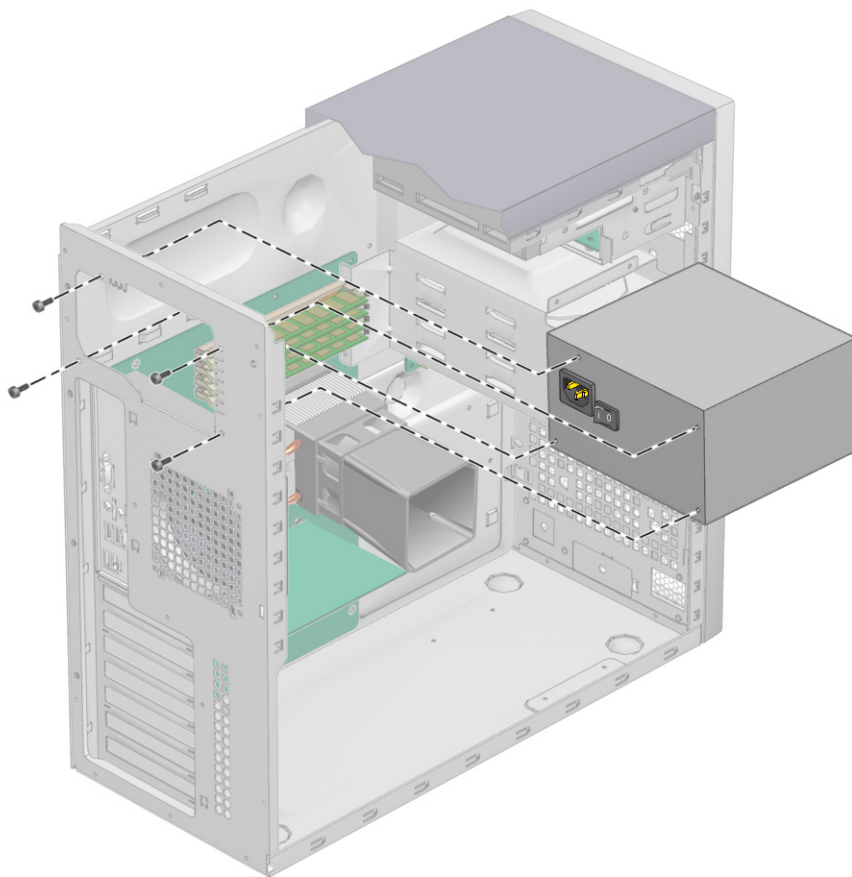

图 4-28 从机箱中拆卸电源
6. 在机箱背面的外侧执行操作，旋下四颗电源盒固定螺丝，将电源盒通过系统机箱内部的框架退出（参见图 4-28）。